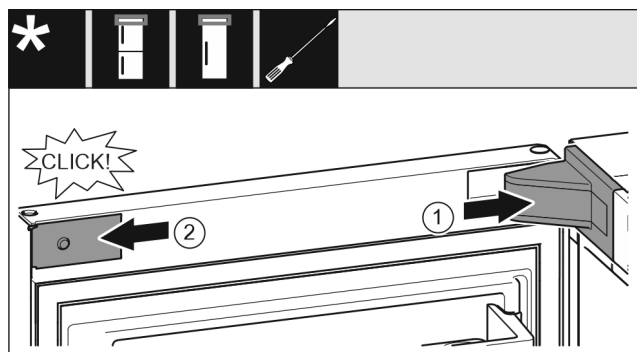

Fig. 24
- Helyezze fel és pattintsa be a csapágybak fedelét Fig. 24 (1), szükség esetén óvatosan nyomja szét.
- Helyezze fel oldalra a takarólemezt Fig. 24 (2), és pattintsa be.